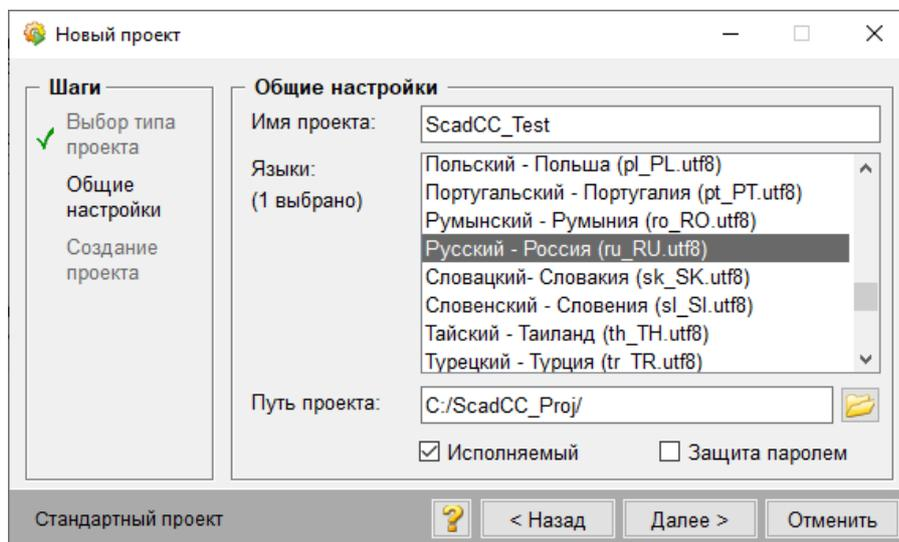

Рисунок 7 – Создание нового проекта
- 4) В поле для ввода имени проекта введите название проекта (рисунок 7).
5) Выберите языки проекта. Для выбора нескольких языков (при создании проекта с многоязычным пользовательским интерфейсом) необходимо нажать и удерживать нажатой клавишу [CTRL] (рисунок 7).
6) В поле «Путь проекта» укажите C:/SCAD CC_Proj/ и нажмите кнопку [Далее >] (рисунок 7).